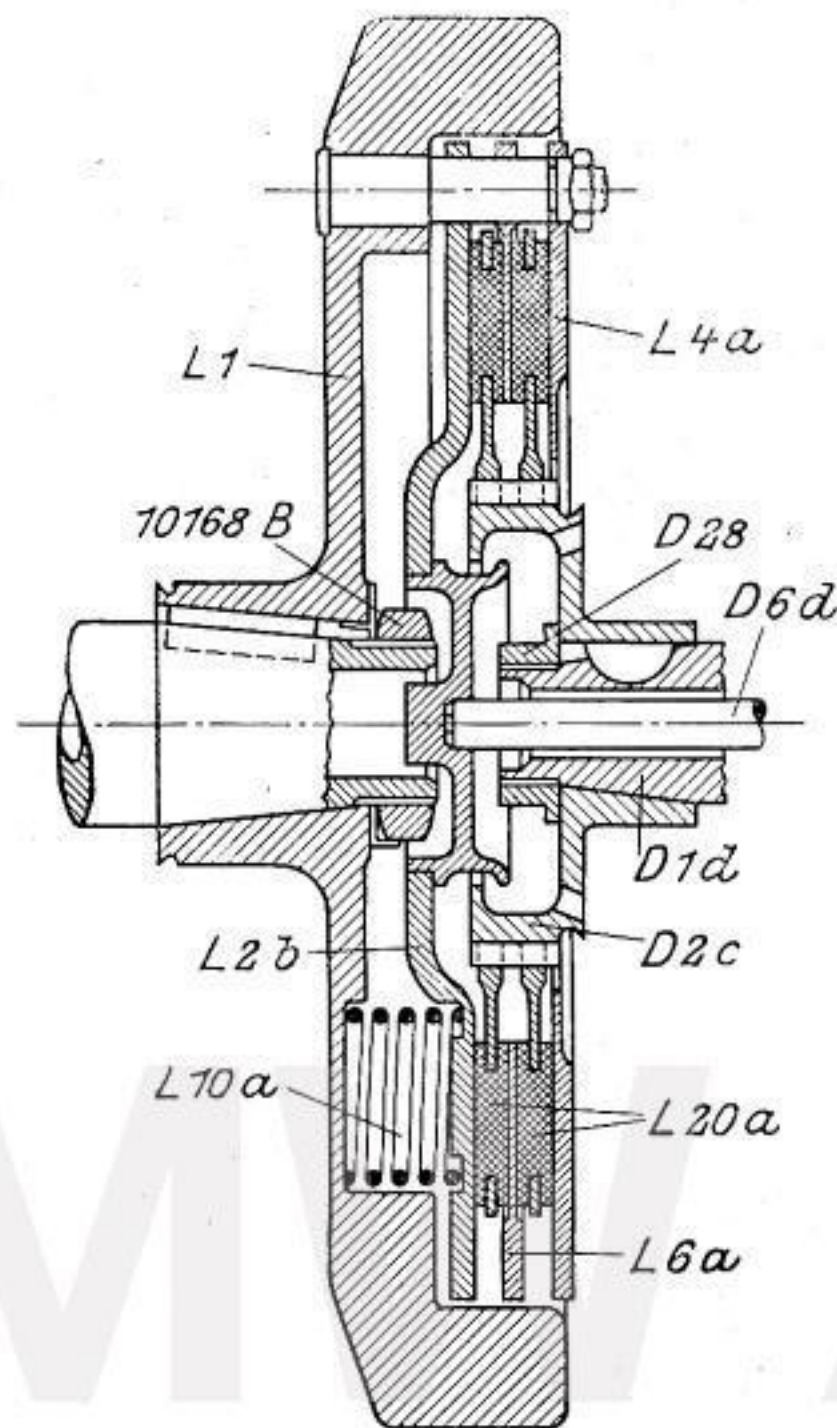

Abb. 17
10. Kupplung: Als Kupplung dient eine in Abb. 17 im Schnitt gezeigte Zweiseiben-Reibungskupplung. Der treibende Teil derselben ist das Schwungrad **L 1**, das auf dem konischen Zapfen der Kurbelwelle sitzt und mittels Keil und Mutter **10168 B** gesichert ist. Sechs in Vertiefungen des Schwungrades **L 1** und Drucktellers **L 2 b** angeordnete Kupplungsfedern **L 10 a** pressen letzteren gegen beiderseitig mit Reibbelag versehene Kupplungsplatten **L 20 a**, die durch eine ebenfalls treibende Zwischenscheibe **L 6 a** getrennt sind. Hierdurch drückt die hintere Kupplungsplatte gegen die nicht verschiebbare Schlußscheibe **L 4 a** und wird von dieser mitgenommen. Die Kupplungsplatten **L 20 a**, die auf der Kupplungsklaue **D 2 c** sitzen, übertragen somit die Drehung der Kurbelwelle auf die Hauptwelle **D 1 d** des Getriebes.